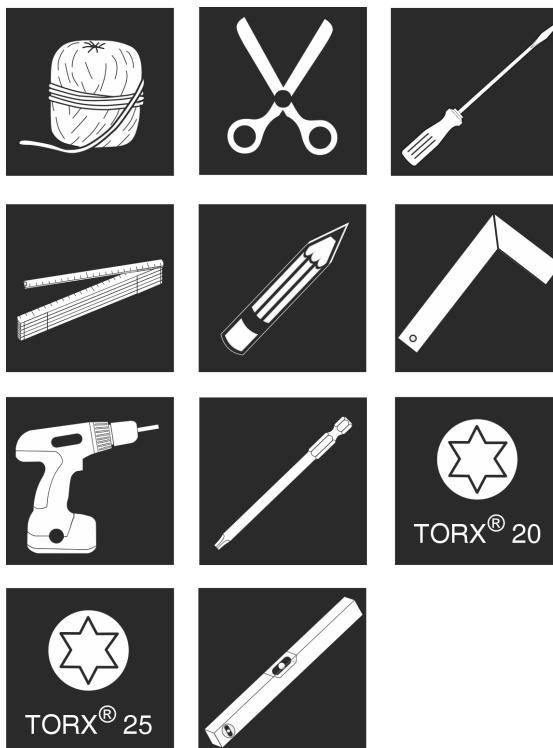

Fig. 9
1. Preparar las herramientas. Fig. 9 ()